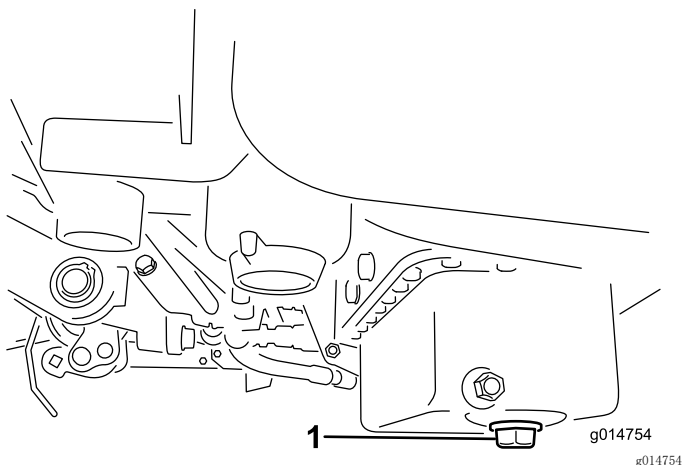

图46
1. 拆下排油塞、让油流入放油盘。油不再流时、安装排油塞（图46）。